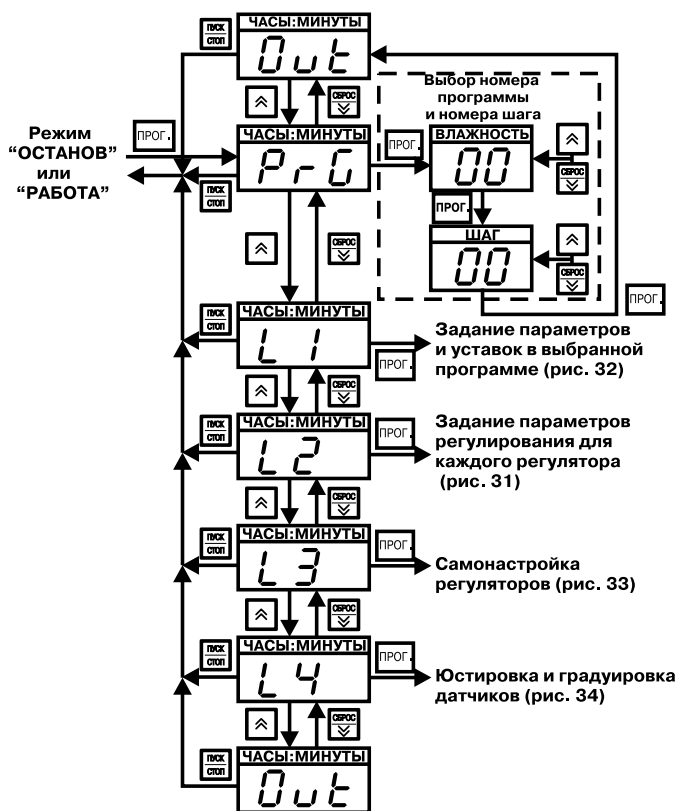

Рис. 29. Основное меню режима ПРОГРАММИРОВАНИЕ
4.2.2.1. **Схема основного меню режима ПРОГРАММИРОВАНИЕ**, а также меню подрежима выбора программы для исполнения изображены на **рис. 29**. По
Для выбора уровня программирования необходимо после появления сообщения «PrG» (см. рис. 29) нажать кнопку (вверх), прибор перейдет на уровень L1; дальнейшее нажатие этой кнопки позволяет последовательно перейти на уровни программирования L2, L3, L4 и далее в «нижнее» состояние «Out» основного меню (означает окончание списка параметров, в данном случае – списка уровней программирования). При этом на индикаторе «ЧАСЫ:МИНУТЫ» высвечивается наименование каждого уровня и состояния.
Нажатием кнопки осуществляется обратный переход от уровня L4 к уровням L3, L2, L1, «PrG» и далее в «верхнее» состояние «Out» основного меню (см. рис. 29).
**4.2.2.3. Для перехода в подрежим выбора программы (шага) для исполнения** необходимо после появления сообщения «PrG» (см. рис. 29) нажать кнопку . Прибор перейдет в подрежим выбора программы (шага) для исполнения (см. рис. 29, справа сверху обведенную пунктиром часть схемы). При этом на индикаторе «ВЛАЖНОСТЬ, %» индицируется номер программы.
Если программа должна выполняться не с первого шага, то, нажав кнопку (см. рис. 29), устанавливают кнопками (вверх) и номера шага, с которого начнется выполнение программы; при этом на индикаторе «ШАГ» высвечивается номер шага. Для выхода из подрежима выбора программы (шага) для исполнения надо нажать кнопку – происходит переход в «верхнее» состояние «Out», при этом на индикаторе «ВЛАЖНОСТЬ, %» высвечиваются прочерки, а на индикаторе «ЧАСЫ:МИНУТЫ» появляется надпись «Out». Для последующего выхода из режима ПРОГРАММИРОВАНИЕ надо еще раз нажать кнопку .
Для входа в уровень L2 необходимо, находясь в основном меню на мигающем «L2», нажать кнопку **ПРОГ.** На сдвоенном индикаторе «ЧАСЫ:МИНУТЫ» будет гореть надпись «Cod», на индикаторе «ПАРАМЕТР» будет мигать произвольное число (на рис. 29 число «000» изображено условно), на самом нижнем индикаторе отображается обозначение уровня L2.